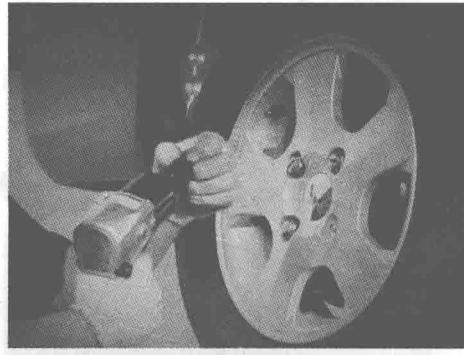

图 1-1-17 气动扳手的套筒安装
- 3) 选择合适的厚壁套筒装入扳手转子驱动杆(图 1-1-17), 注意选用的套筒规格要与要拆装的螺栓或螺母的规格一致。